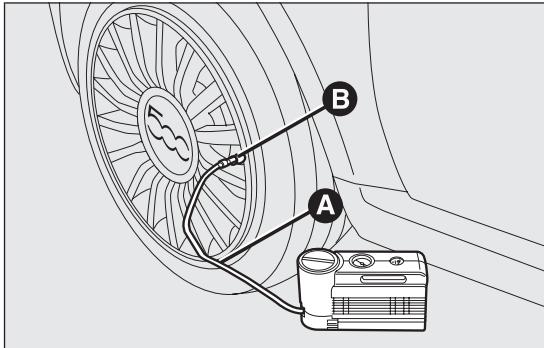

Abb. 104
- **Die Handbremse anziehen.** Die Ventilkappe abschrauben, den Füllschlauch A Abb. 104 herausziehen und den Ring B Abb. 104 auf das Reifenventil schrauben;